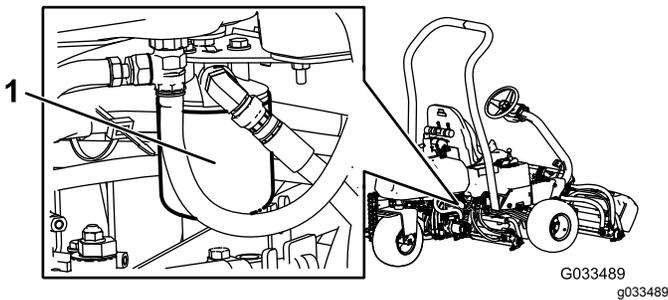

図 51
3. 右側油圧フィルタについても同様にステップ 1 と 2 を行う 図 51。